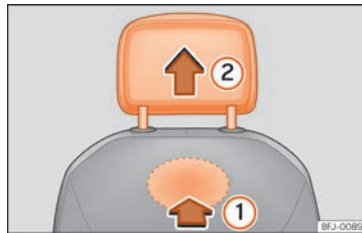

Fig. 67 Reposacaps davanter: desmuntatge.
- Per desbloquejar-lo, busqueu el rebaix situat a la part posterior del respallter per la zona marcada i premeu en el sentit de la fletxa »» fig. 67 ①.
- Traieu el reposacaps en el sentit de la fletxa ②.